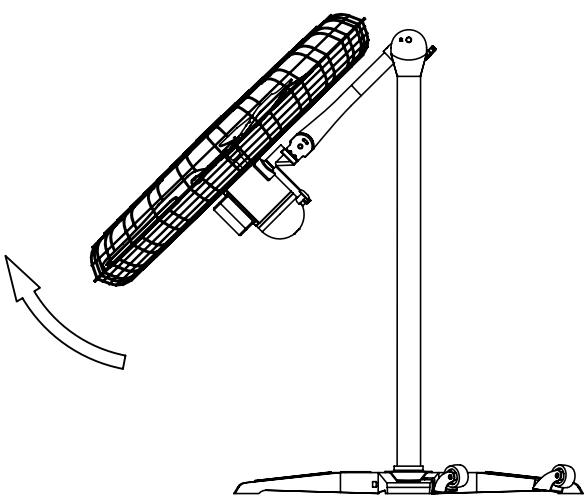

Figure 7
- Soulevez la tête du ventilateur jusqu'à ce que vous entendiez un son de déclic/d'enclenchement et arrêtez. (Figure 7)